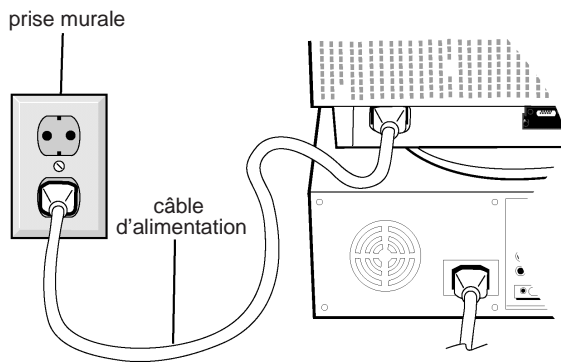

Figure C.1
4. Connectez le câble d'alimentation secteur à la prise murale et au moniteur MultiSync de la série A (figure C.1).